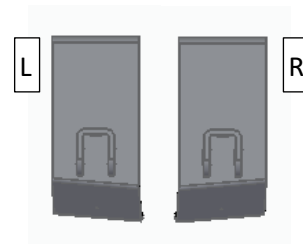

Abbildung 5
Durch das Auge der Augenschraube und durch die Bohrung in der Einhängekralle (4) kann dann die Sechskantschraube M12x40 (14) geschoben werden und mit der Sicherungsmutter M12 (19) verschraubt werden (ACHTUNG: Es gibt eine rechte und linke Einhängekralle siehe Abb. 5 = in Fahrtrichtung). Auch für diese Schrauben und Muttern gibt es passende Schutzkappen. Kleben Sie noch die Lackschutzgummis (30) an die Einhängekrallen (4).